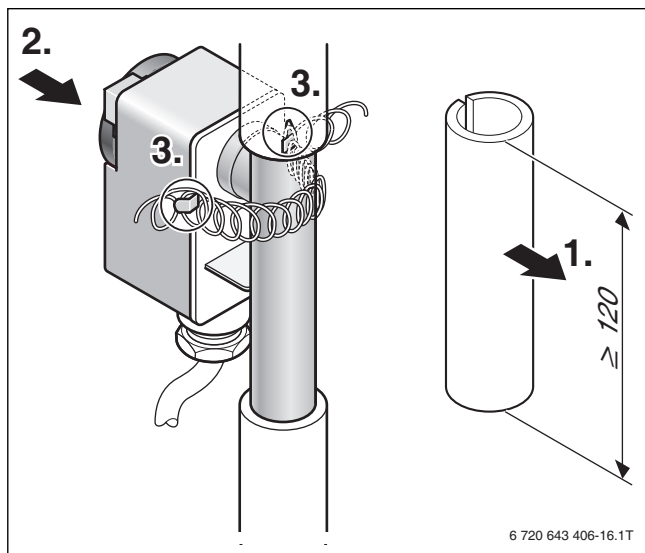

Fig. 17 Montare il termostato di sicurezza
- Trapanare tre fori nel punto di posa scelto per la staffa a parete e inserirvi i tasselli (→ fig. da 17 a 19). Il foro marcato (9 mm, fig. 17) indica il centro dei raccordi del circuito di riscaldamento.
- ▶ Fissare il termostato di sicurezza in modo aderente alla tubatura di mandata (→ fig. 17).